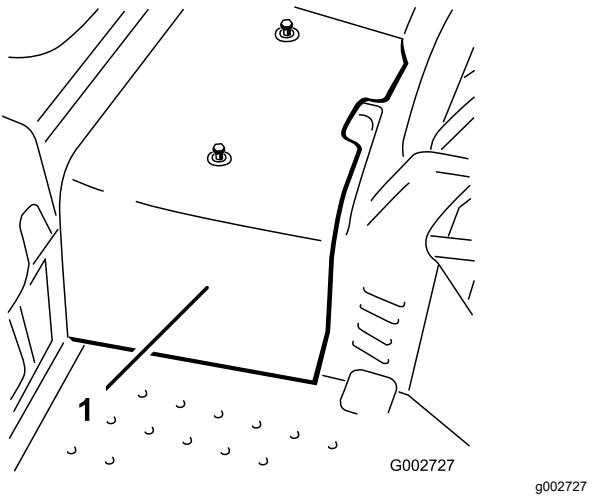

Рисунок 36
- Ослабьте 2 винта, которые крепят центральный кожух к машине, и снимите кожух (Рисунок 36).